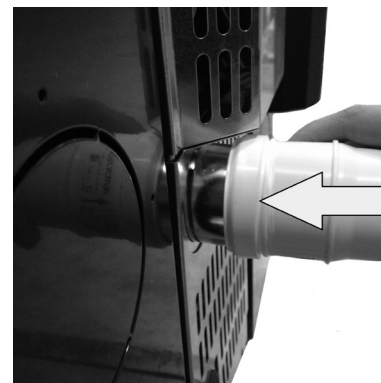

Fig. 14 - Fase 3
- Plaats de vrouwelijke buis \varnothing 6 cm (zie Fig. 14).